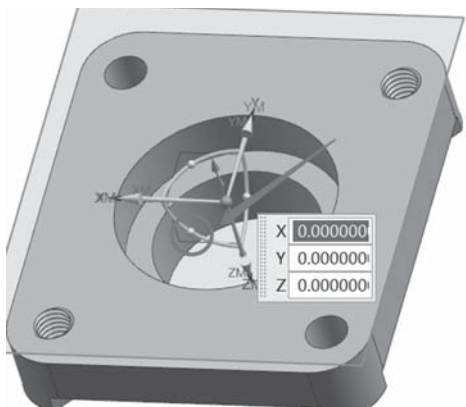
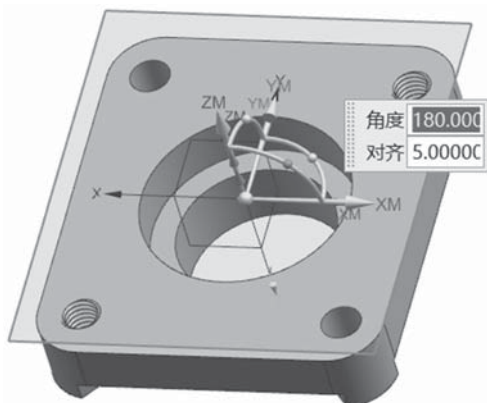

图 2-2-5 坐标系旋转
图 2-2-6 坐标系旋转角度
(1) 单击  (几何视图) 图标，进入几何视图界面。双击  MCS_MILL 图标，弹出“MCS 铣削”对话框。
(2) 机床坐标系的设置。单击如图 2-2-5 所示的点，在弹出的旋转“角度”文本框中填入 180，得到的坐标系如图 2-2-6 所示。单击“确定”按钮返回“MCS 铣削”界面。